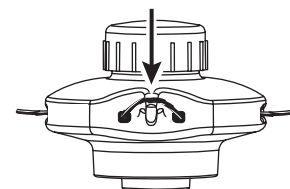

Fig. 16
5. Poussez le fil de la débroussailleuse derrière le crochet pour l'empêcher de se détacher en cours de fonctionnement (Fig. 16).